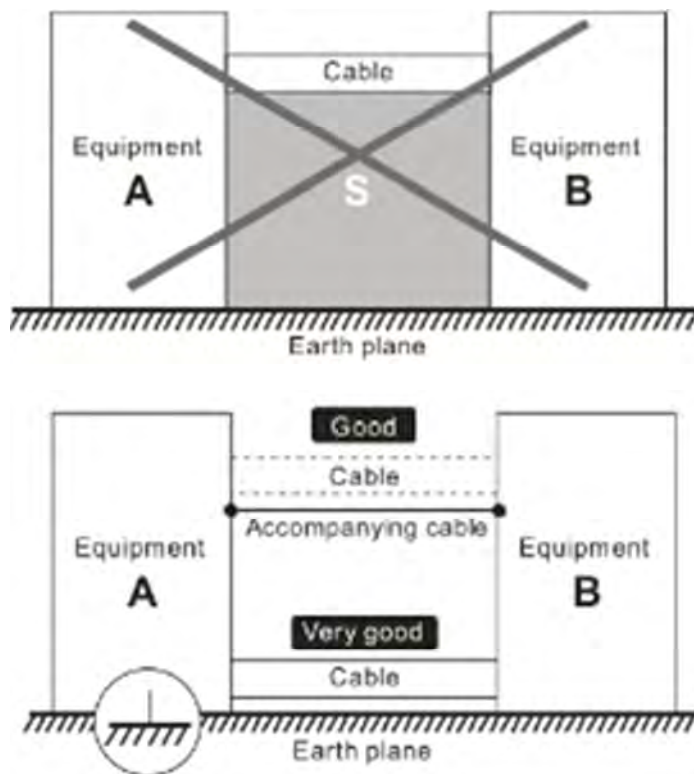

图 1.6.7-1:电缆线摆放建议
1.6.7 电缆线(cable)不要悬空，要尽量平放在金属面上。如图 1.6.7-1 所示。